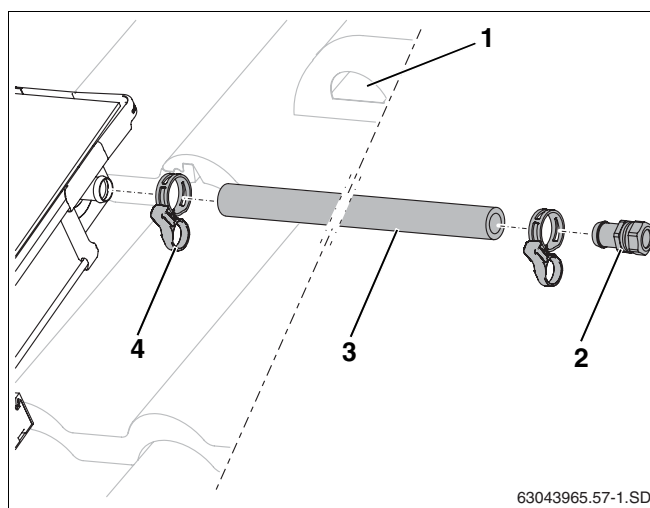

Fig. 56 Instalar a tubagem de impulsão (sem dispositivo de purga no telhado)
- ▶ Aplicar a mangueira solar (1.000 mm, fig. 56, **item 3**) à ligação de avanço do campo de colectores e fixar com braçadeira de mola (fig. 56, **item 4**).
- ▶ Colocar na mangueira solar o terminal de mangueira com a união roscada de anel de aperto (fig. 56, **item 2**) até ao batente e fixar com braçadeira de mola.
- ▶ Ligar o tubo colector ao terminal de mangueira R $\frac{3}{4}$ com união roscada de anel de aperto (18 mm) (fig. 56, **item 2**).